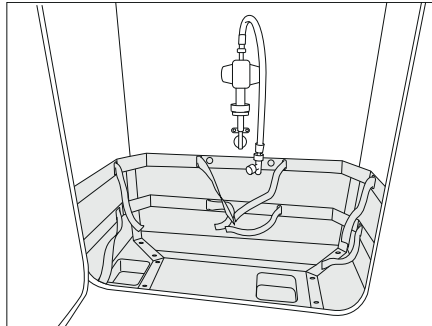
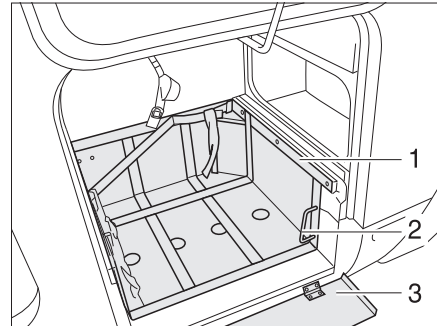

Bild 170 Gaskasten
Bild 171 Gaskasten, mit ausziehbarem Schlitten (Variante 1)
- Wenn ein Schutzblech vorhanden ist, das Schutzblech (Bild 171,3) nach unten klappen.
- Den Schlitten (Bild 171,1) über den Griff (Bild 171,2) entriegeln.
- Schlitten (Bild 171,3) bis zum Anschlag herausziehen.
- Griff (Bild 171,2) zurückdrehen.
- Den Schlitten (Bild 171,3) über den Griff (Bild 171,2) entriegeln.
- Schlitten (Bild 171,3) bis zum Anschlag einschieben und Griff (Bild 170,2) zurückdrehen.
- Wenn ein Schutzblech vorhanden ist, das Schutzblech (Bild 171,1) nach oben klappen.